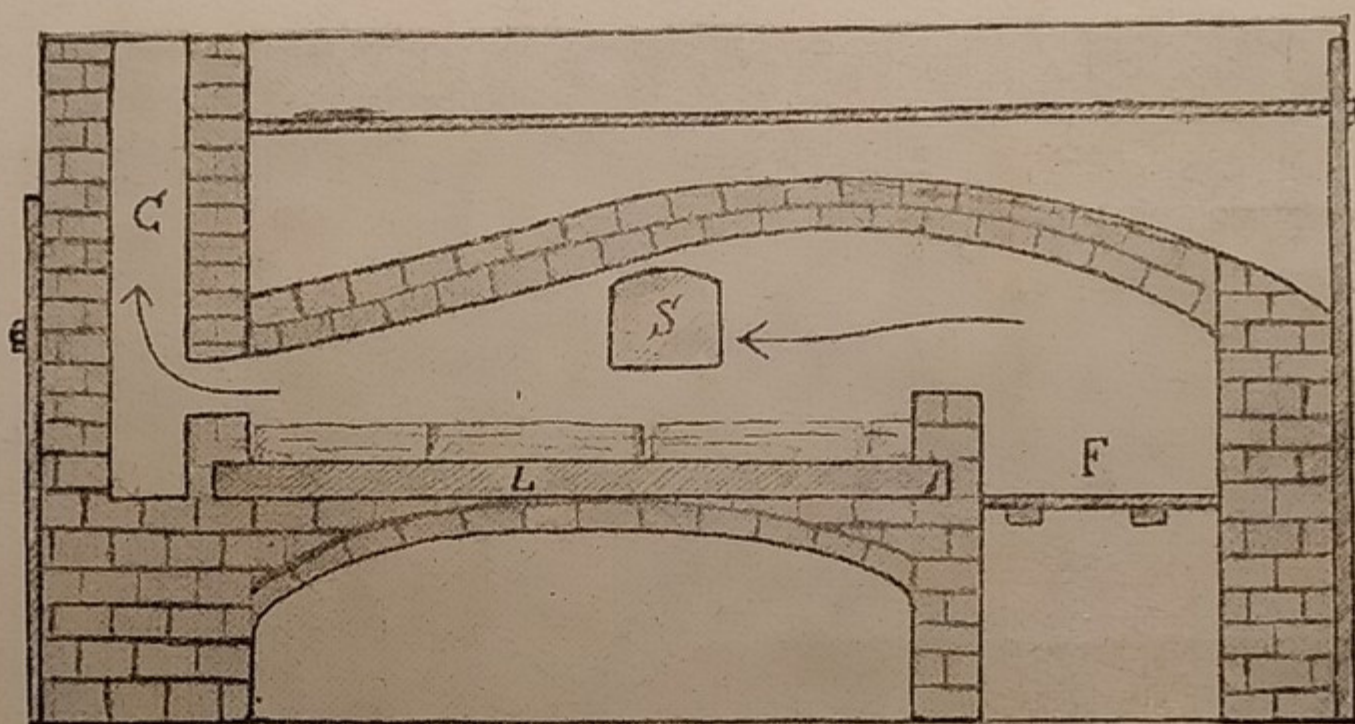

FIG. 161. - Schema di forno a riverbero.
Ferro dolce. — **I. METALLURGIA CON FORNI A RIVERBERO.** — Per ottenere il comune ferro, bisogna liberare la ghisa dalla maggior parte delle impurezze specialmente dal carbonio perchè il ferro non deve contenere più del 0,2% di carbonio. Ciò si ottiene scaldando la ghisa in speciali forni, detti *forni a riverbero* (fig. 161), perchè in essi le fiamme e i gas caldi del focolaio (F), piegati dalla volta, lambiscono il materiale disteso sul letto (L) del forno: la ghisa disposta sul letto in pani o in pezzi mescolata con ossido di ferro e scorie di battitura (silicato basico di ferro) viene scaldata fortemente sino a fusione, mentre da uno sportello (S) l'operaio con una lunga asta